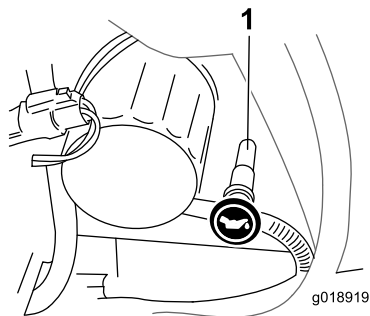

Figure 22
4. Nettoyez la surface autour de la jauge d'huile (Figure 22).
5. Sortez la jauge d'huile et essuyez soigneusement l'extrémité métallique (Figure 22).
6. Enfoncez la jauge complètement dans le tube (Figure 22).